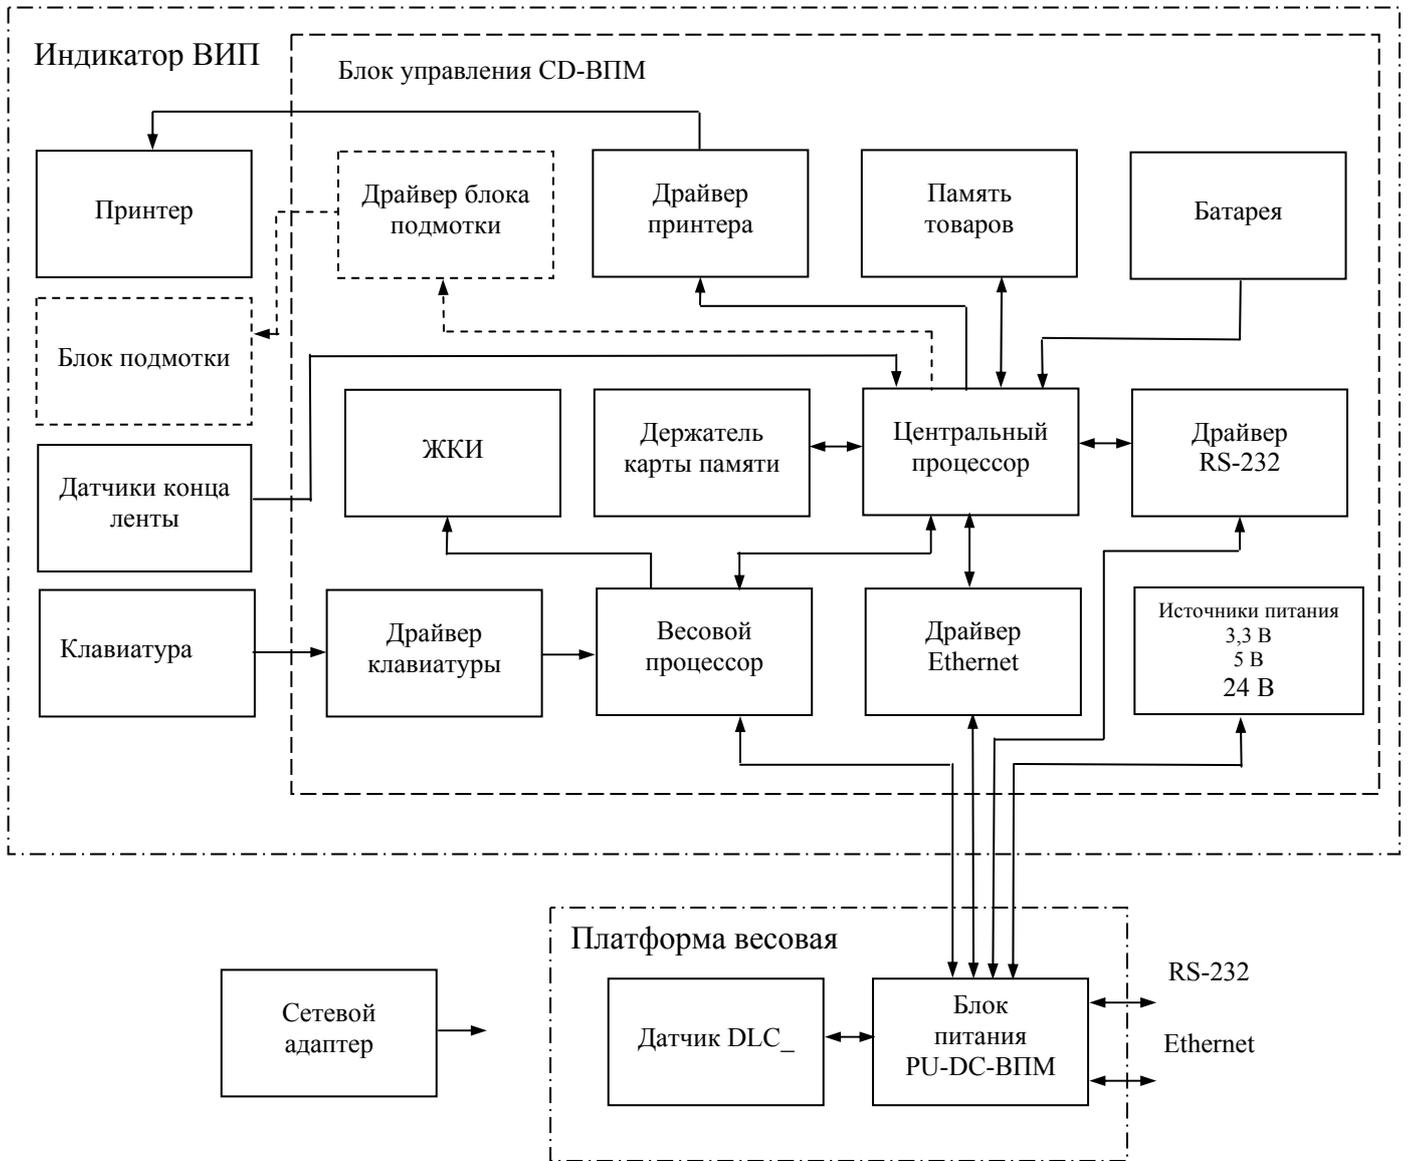

Рис. 6.1 - Структурная схема весов ВПМ\_Ф, ВПМ\_Ф1.
6.1.2 Весы выполнены по однотипной схеме. Различия заключаются в наличии или отсутствии некоторых элементов в модификациях весов. Такие элементы на схемах обведены пунктиром (например, драйвер блока подмотки и блок подмотки на рис.6.1 и т.д.).